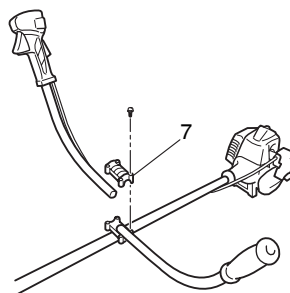

Fig. 4
Démontez le support de poignée (7). (Fig. 4)